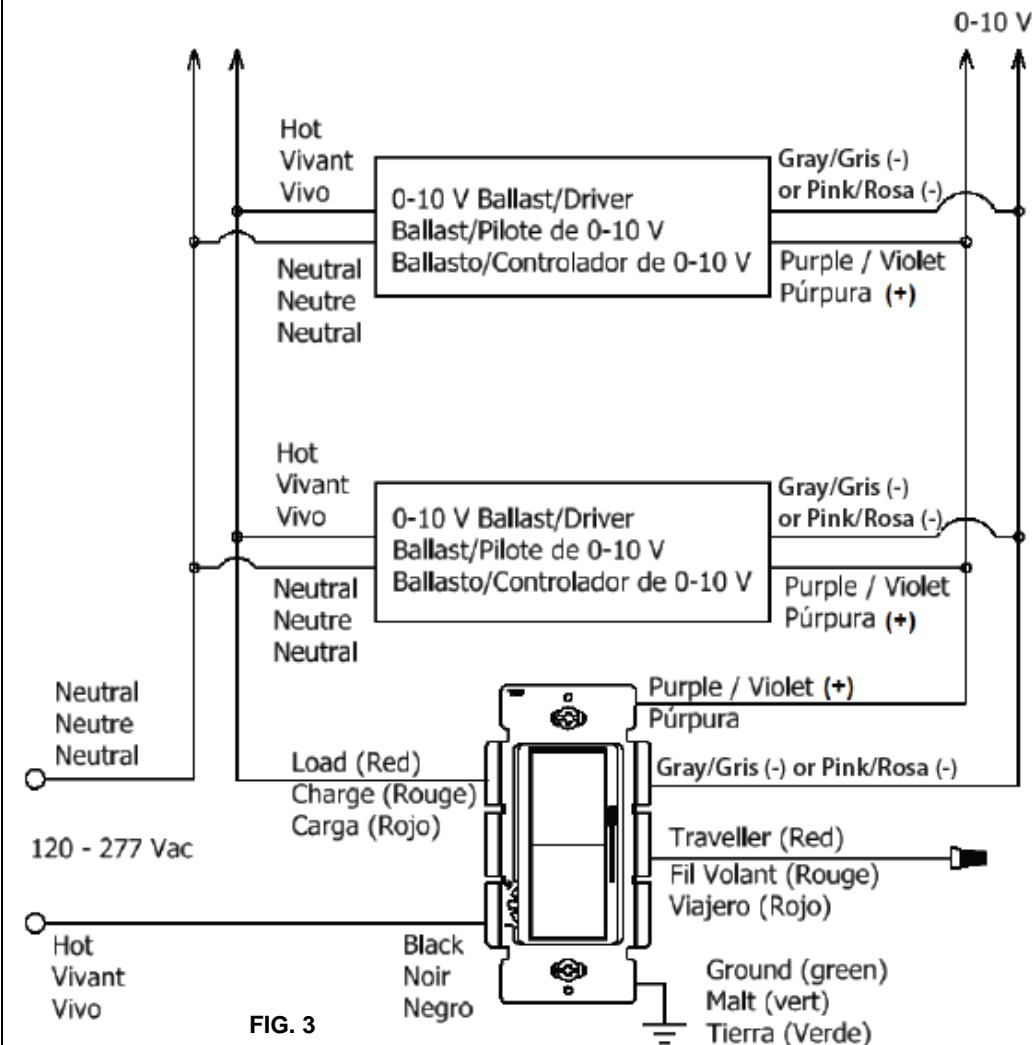

FIG. 3
- 1 For single pole application see wiring diagram shown FIG 3 and the instruction sheet from the Ballast / driver.
2.1 Consulter le diagramme de la FIG. 3 pour les applications unipolaires et la notice de montage du ballast / pilote.
2.1. Para aplicación unipolar consulte el diagrama de cableado mostrado en la FIG 3 y la hoja de instrucciones del balastro / controlador.